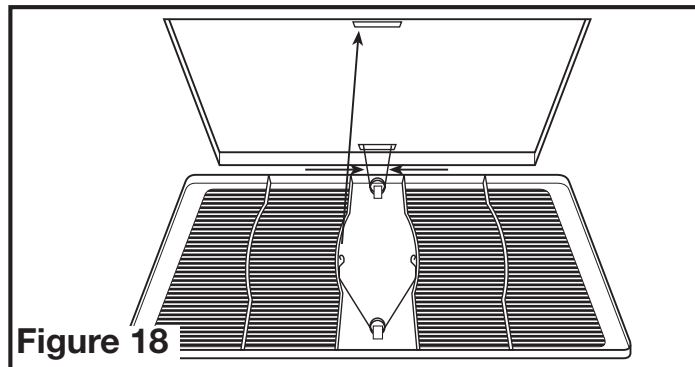

Figure 18
- 6a. **MODÈLES STANDARDS ET AVEC DÉTECTION D'HUMIDITÉ:** Installez la grille en pressant ensemble les deux extrémités des ressorts et en les installant dans les fentes du châssis du ventilateur. Pousser la grille en position (Figure 18).